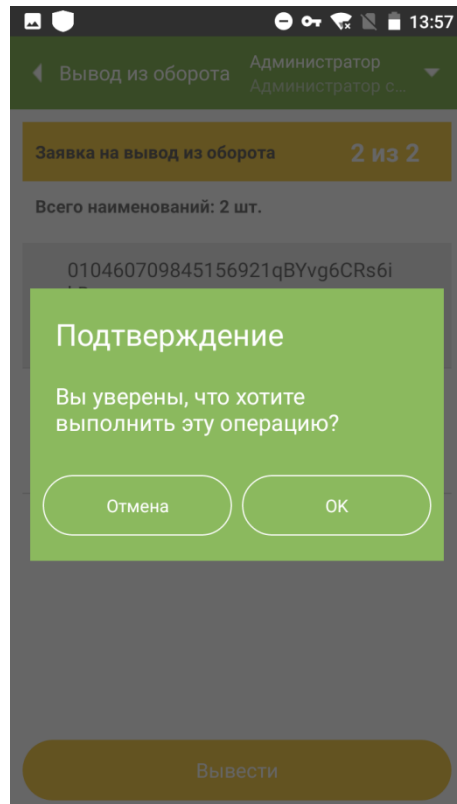

Рисунок 11.16
- 2.4. После того как коды будут отсканированы, нажать кнопку «Вывести», затем подтвердить вывод из оборота (Рисунок 11.16), нажав на кнопку «ОК». После завершения операции появится сообщение «Выполнено».